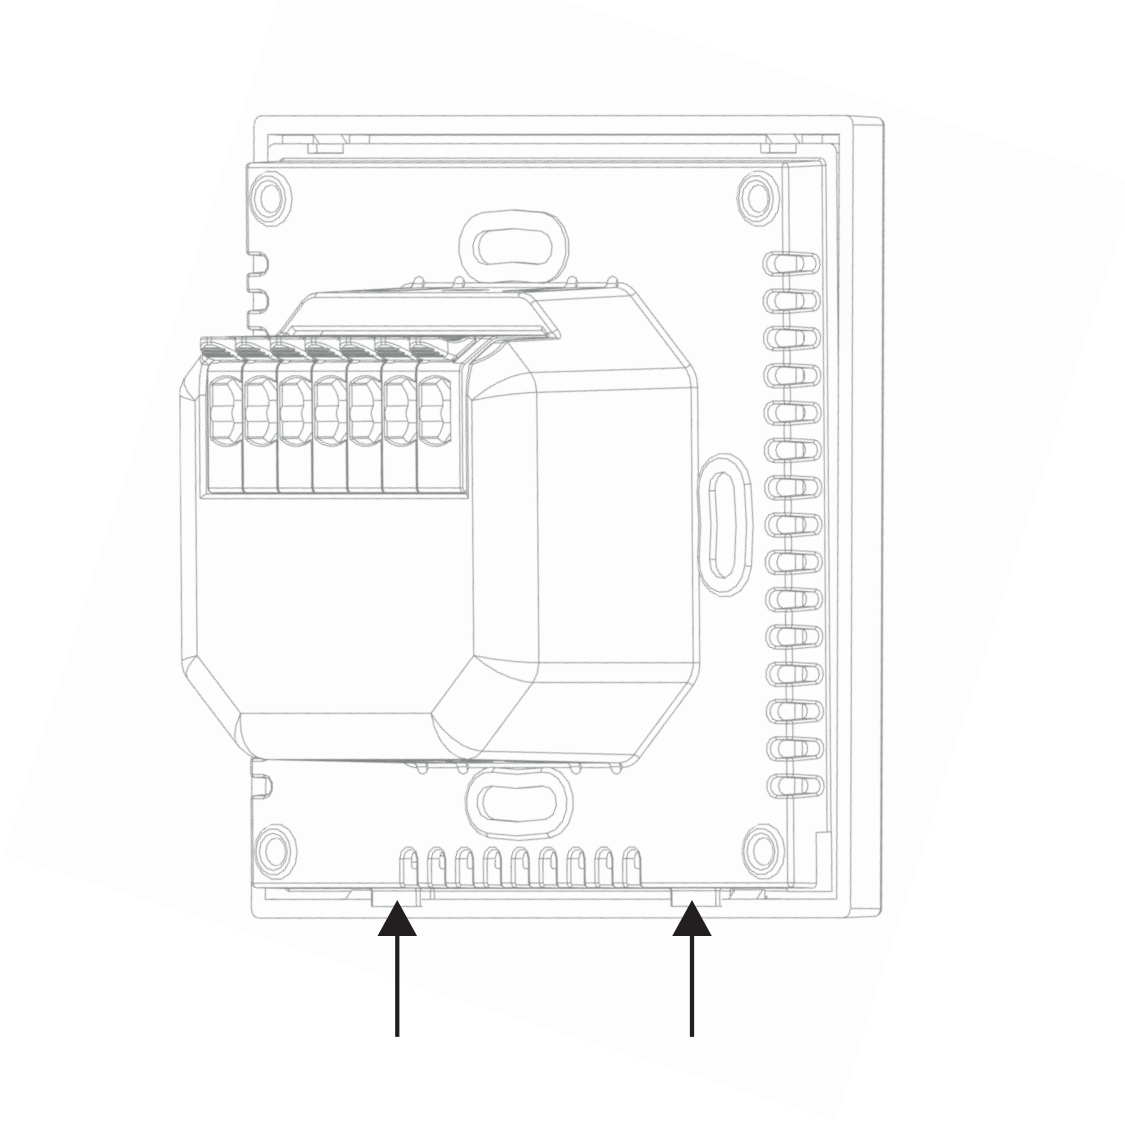

Рис. 8 Демонтаж лицевой части с помощью шлицевой отвертки
2. Отсоедините лицевую часть. Для этого поочередно вставьте тонкую шлицевую отвертку в пазы в нижней части терморегулятора и аккуратно надавите до срабатывания защелок (рис. 8).